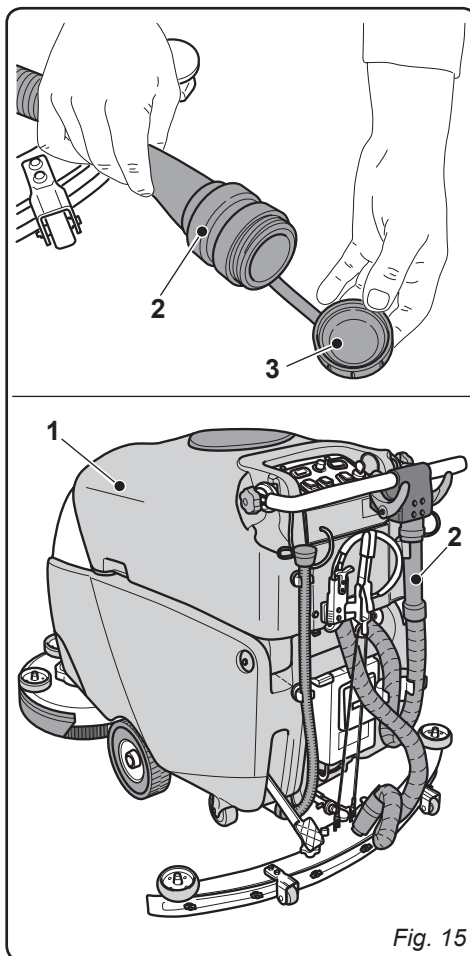

Fig. 15
9.1 VACIADO DEL AGUA DE RETORNO DE RETORNO (Fig. 15)